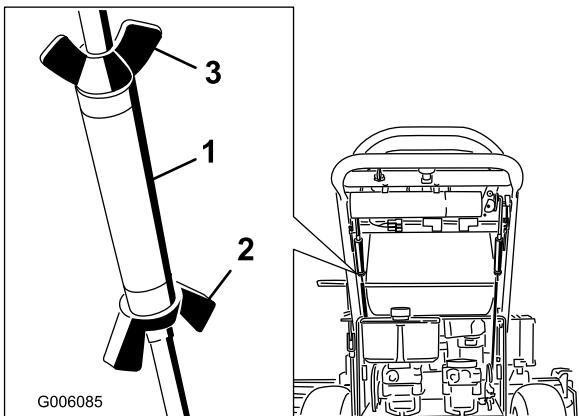

Figura 38
- Afloje las tuercas de orejeta de la varilla de control derecha, y gire el tensor en un sentido u otro para centrar la palanca de control derecha en la posición de bloqueo/punto muerto. Bloquee el tensor apretando las tuercas de orejeta (Figura 38).
- Afloje las tuercas de orejeta de la varilla de control izquierda y gire el tensor en un sentido u otro para modificar el avance de la máquina. Bloquee el tensor apretando las tuercas de orejeta (Figura 38)